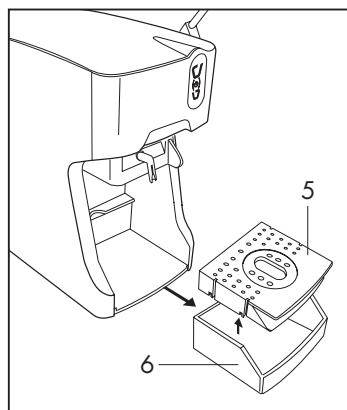

Fig. 15
Estrarre la vaschetta raccogliogocce dalla macchina. Svuotare il contenitore, lavare e asciugare la vaschetta (6) e la griglia (5) prima di reinserirli nei propri alloggiamenti. (Fig. 15)